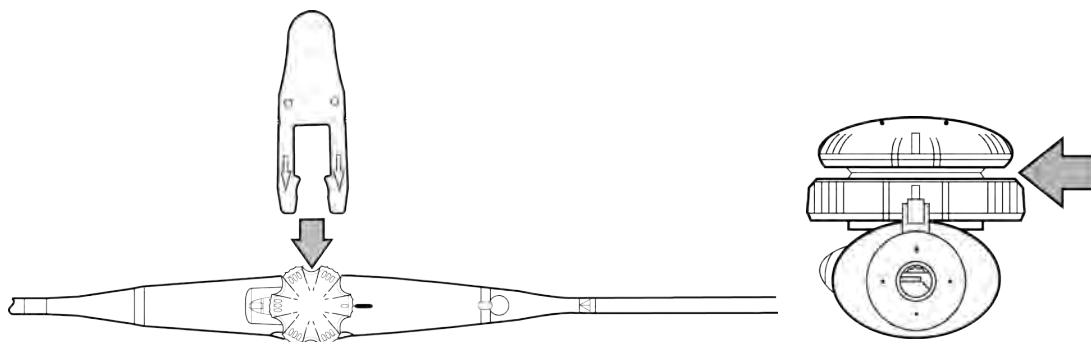

Figura 19 Inserimento dello strumento per test di foratura
- 1 Inserire lo strumento per test di foratura al di sotto del controller del piano di scansione come illustrato nella **Figura 19**.